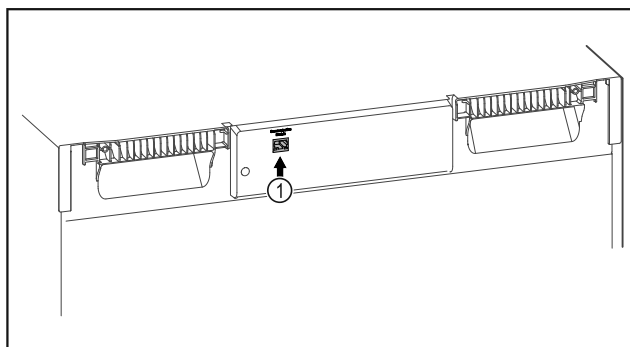

Fig. 114
- SmartModule Fig. 114 (1) naudojamas.